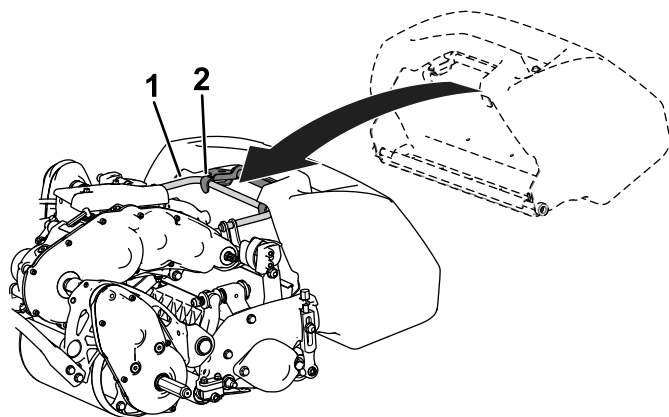

Figure 4
2. Guidez le bord du bac entre les plaques de l'unité de coupe et par dessus le rouleau avant (Figure 4).
3. Placez les crochets du bac par dessus l'arceau du cadre (Figure 4).